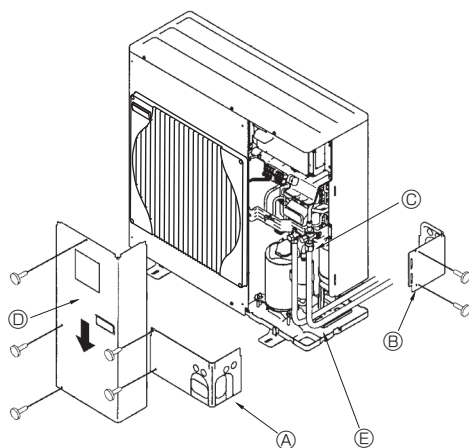

Fig. 4-3
4.3. Kjølemiddelrørlegging (fig. 4-3)